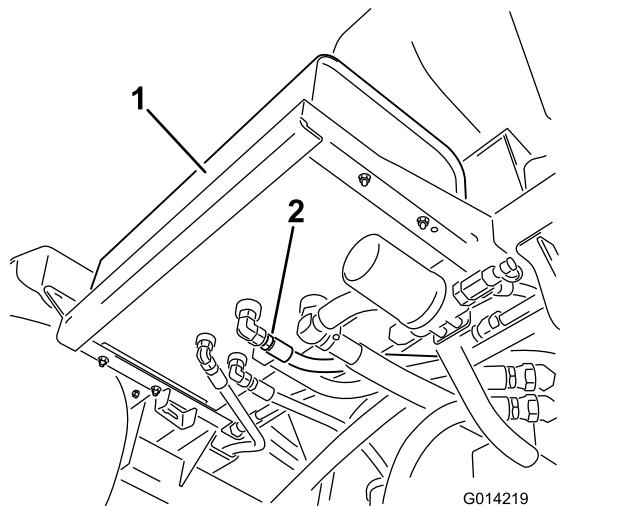

図 72
2. 油圧オイルタンクの底面についているホースのうちの1本の周辺をきれいに拭く (図 72)。
4. ホースのフィッティングをタンクから外してオイルを容器に受ける (図 72)。